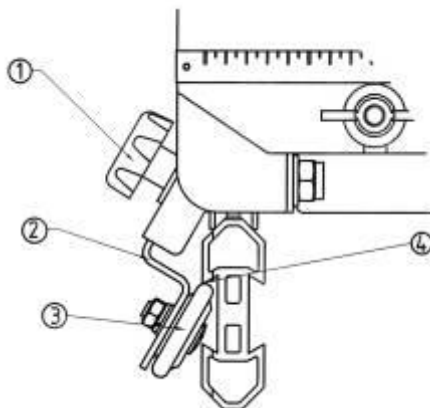

Fig3 : Desserrage de l'anti-basculer
- Pour libérer le chariot de la machine, desserrez l'écrou papillon (1 sur fig1) et remettez la pièce de blocage le long de la règle puis resserrez l'écrou papillon. Desserrez le bouton (1 sur fig3) de chaque côté du chariot, puis faites glisser les 2 pattes (2) dans leur position la plus basse. Vous pouvez alors retirer le chariot.